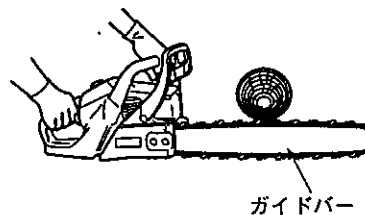

図 22
(5) 木材の下側に切り込みを入れる場合は、ガイドバーの上側を木材に軽く当て、途中まで切り込みます。最後まで切断しないでください。(図22)